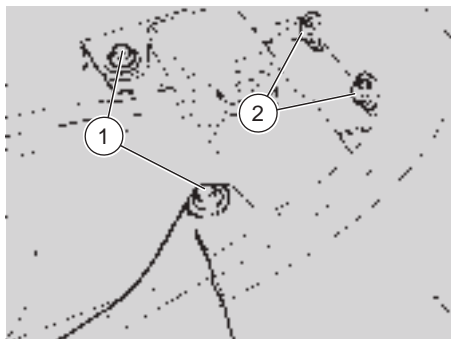

Fig. 59
## SOSTITUZIONE LAMPADINE FARO POSTERIORE (Fig. 59 ÷ 61)
- ◆ Togliere le quattro viti (1, 2 - Fig. 59).